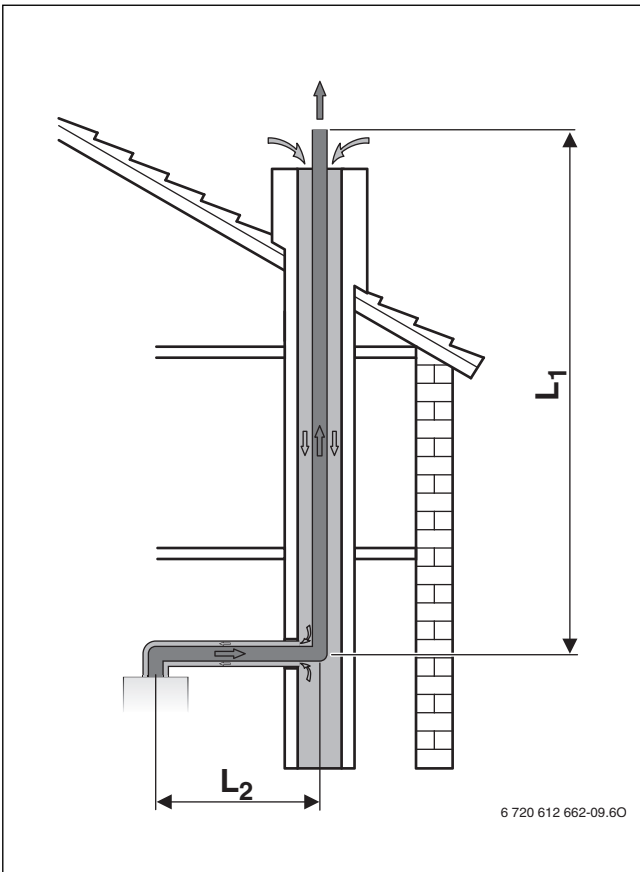

Fig. 20 Condotto di scarico combusti tramite cavedio secondo C₉₃
- Se l'adduzione dell'aria comburente attraverso il cavedio avviene in controcorrente (→ fig. 20), il cavedio deve essere pulito.